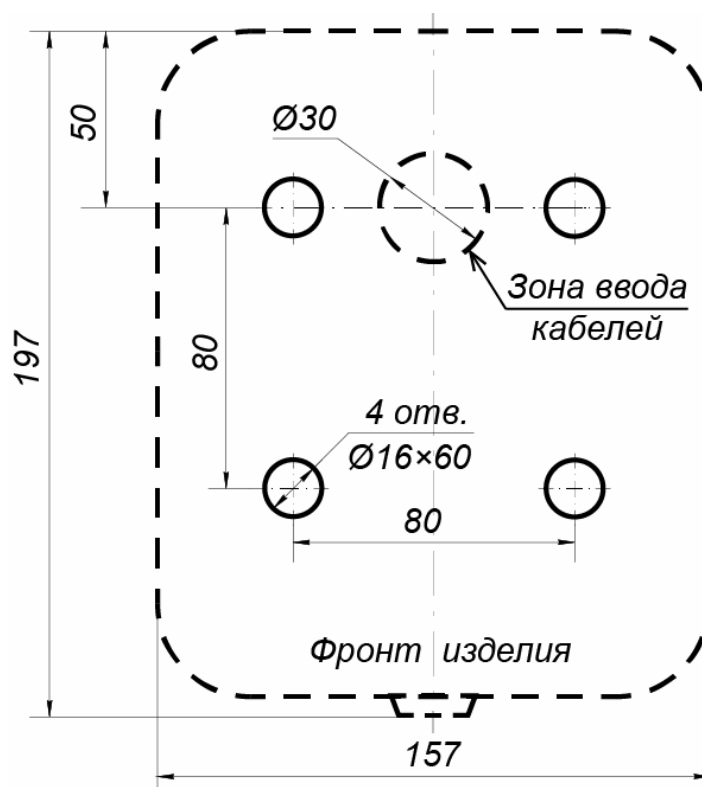

Рисунок 5. Схема разметки для установки картоприемника
2. Выполните разметку и разделку отверстий под гильзы анкеров на установочной поверхности для крепления картоприемника в соответствии с рис. 5.
4. При необходимости прокладки кабелей под поверхностью пола подготовьте в полу кабельный канал к зоне ввода кабелей (А, на рис. 5) в картоприемник и проложите в них кабели.
6. Извлеките контейнер (3) картоприемника в порядке, указанном в разд. 9.4.